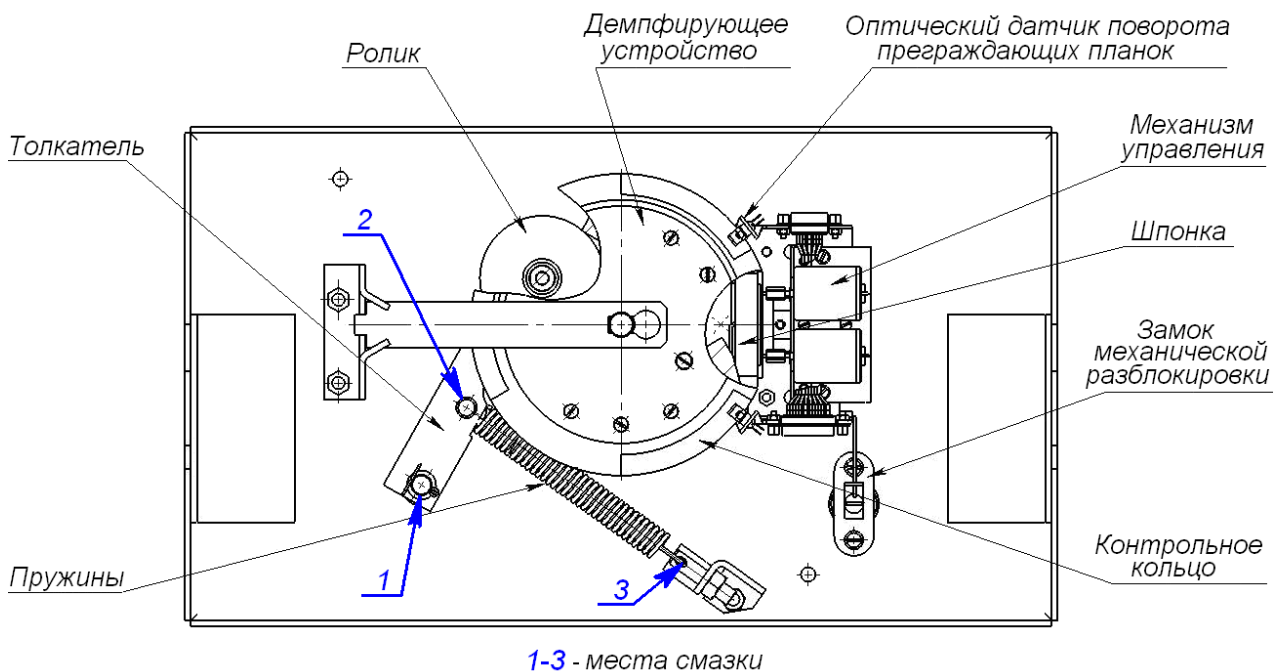

Рисунок 28. Расположение внутренних деталей и узлов стойки ЭП
2. Снимите крышку (3) в порядке, указанном в разд. 6 и положите ее на ровную устойчивую поверхность.
3. Осмотрите устройство доворота (толкатель, пружины и ролик), оптические датчики поворота преграждающих планок и демпфирующее устройство (см. рис. 28).
- четыре втулки на устройстве доворота – две на оси вращения толкателя и две на оси крепления пружин, а также отверстия в деталях крепления пружин, по две - три капли масла в каждое место смазки (места смазки указаны на рис. 28);
- механизмы секретности замка механической разблокировки (9) и замка крышки (4) со стороны замочной скважины.